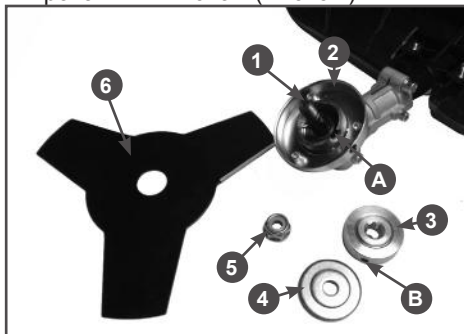

Рис. 7. Детали крепления ножа
- установить защитную шайбу 3 так, чтобы отверстие в шайбе В встало напротив выемки А в корпусе редуктора (Рис. 7,8);
- установить стопор так, чтобы он прошел через отверстие С в защитной чашке, отверстие В в защитной шайбе и выемку А в корпусе редуктора, как показано на Рис. 7, 9С);